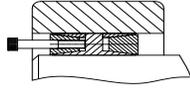

Fig. 26
3. Devido o anel possuir uma largura maior, é recomendável retirar alguns parafusos e montá-los nas correspondentes roscas de extração e empurrar o anel em direção ao alojamento no cubo, através destes parafusos (Fig. 26 e 27).
9. Remova os parafusos adjacentes às roscas de extração e introduza-os nestas roscas de forma que pressionem o anel externo. Com esta operação o anel poderá ser retirado (Fig. 26 e 27).